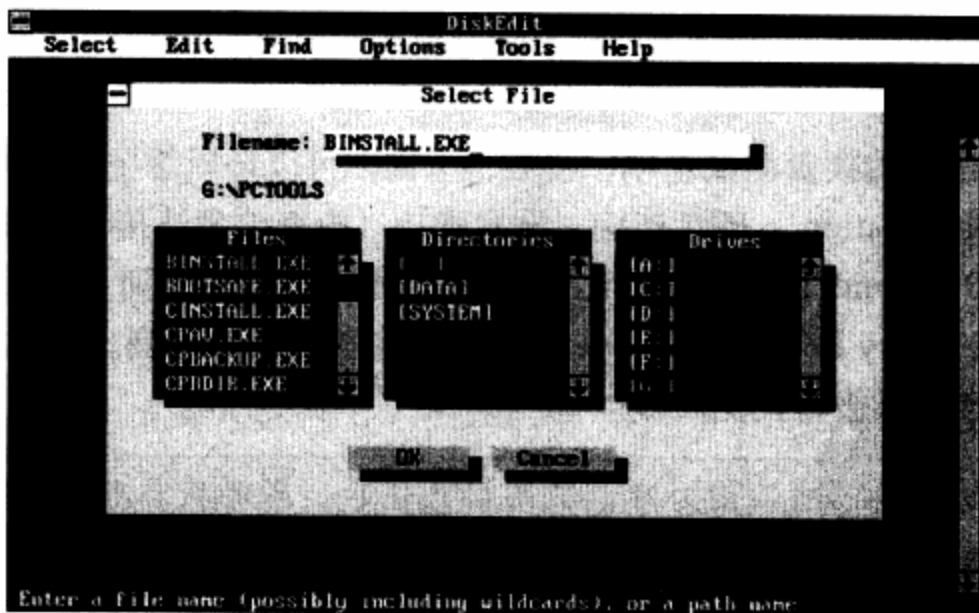

图9-39 DiskEdit菜单
**步骤 02** 磁盘编辑器处于只读模式，要改变磁盘或磁盘上的文件，可以选择Tools菜单下的“配置”子菜单来进行设置，按Enter键后，出现一个选择窗口，如图9-39所示。